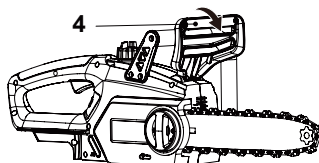

Fig. 17, Engatar o travão de corrente
Engatar a corrente de travão: Quando a alavanca de travão da corrente (4) está na posição engrenada, a corrente da serra é parada assim que o travão da corrente é activado (Fig. 17).